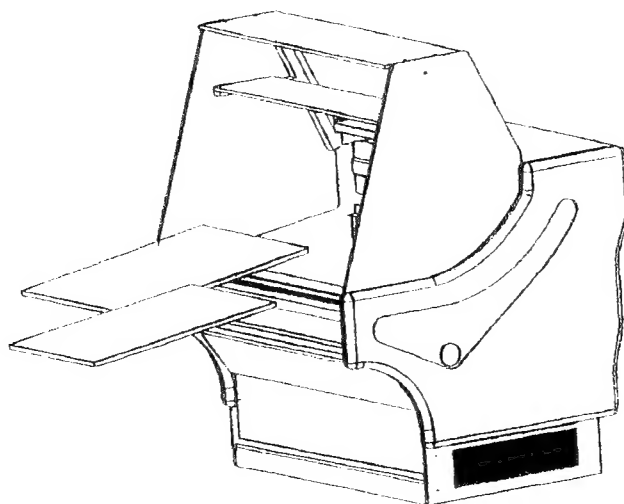

Fig. 5
- ⇒ Placer les plateaux centraux (Figure 5).
- ⇒ Fit deck trays (Figure 5).